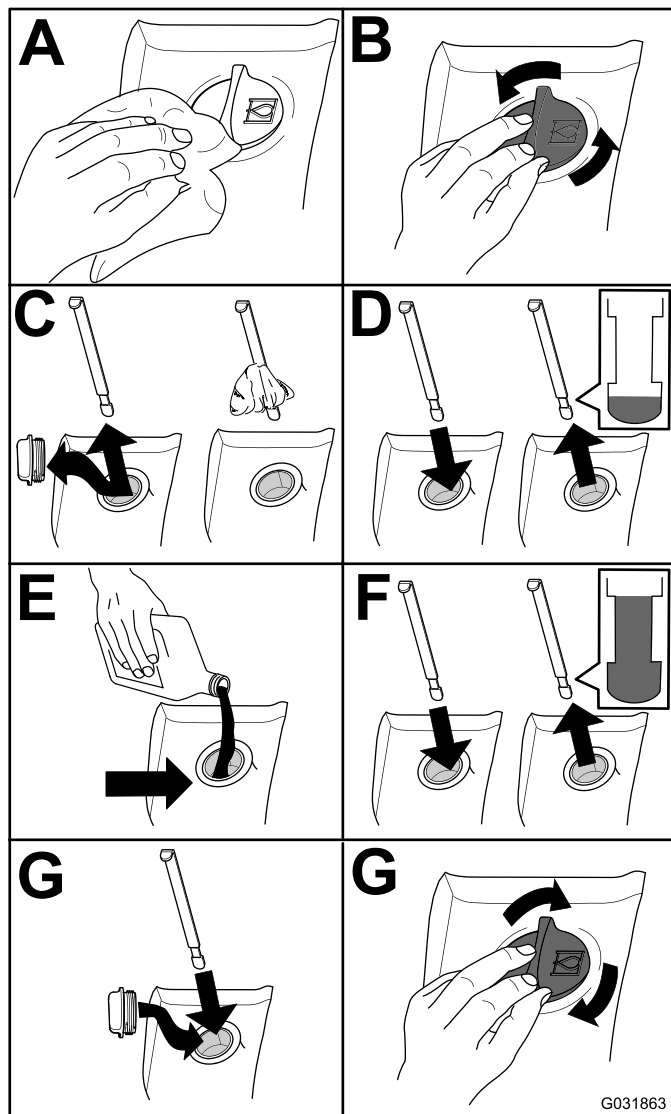

Figure 101
2. Contrôlez le niveau du liquide hydraulique (Figure 101).